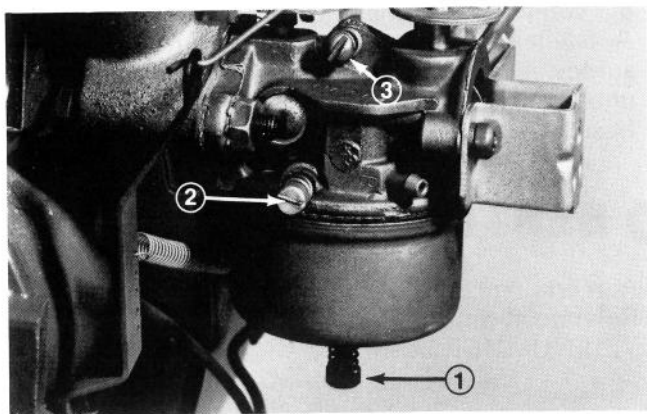

Abb. 40
2. Haupteinstellschraube (Abb. 40) — Die Schraube vorsichtig nach rechts drehen, bis leichter Widerstand spürbar wird. Dann die Schraube wieder um eine ganze Umdrehung (360°) nach links herausdrehen.
3. Leerlaufschraube (Abb. 40) — Die Schraube vorsichtig nach rechts hineindrehen, bis leichter Widerstand spürbar wird. Dann die Schraube wieder um 1-1/2 Umdrehungen nach links herausdrehen.
5. Die Haupteinstellschraube (Abb. 40) um jeweils 1/8 Gang nach rechts hineindrehen, bis der Motor infolge magerer Gemischeinstellung zu stottern beginnt. Dann die Schraube um jeweils 1/8 Gang nach links herausdrehen, bis der Motor infolge fetter Gemischeinstellung ungleichmäßig zu laufen beginnt. Nun die Haupteinstellschraube wieder bis zum mittleren Punkt zwischen fetter und magerer Einstellung nach rechts hineindrehen.
6. Die Drossel auf LANGSAM stellen und dann die Leerlaufeinstellschraube (Abb. 40) so einstellen, dass der Motor schnellen Leerlauf hat (1750 U/min).
7. Die Leerlauf Luftschraube (Abb. 40) um jeweils 1/8 Gang nach rechts hineindrehen, bis der Motor
8. Die Leerlaufeinstellschraube (Abb. 40) wieder verdrehen, bis der Motor mit 1750 U/min im Leerlauf läuft.